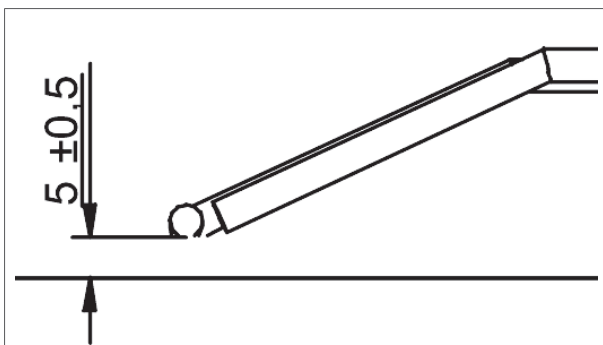

Figure 23 - Distance entre l'électrode et le brûleur
- a. La distance entre l'électrode et le brûleur doit être égale à $(\pm)$ mm (figure 23).